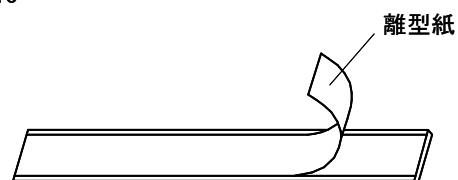

図14-19
- ②ミラー見切り部材の離型紙を剥がしてください。(図14-19)